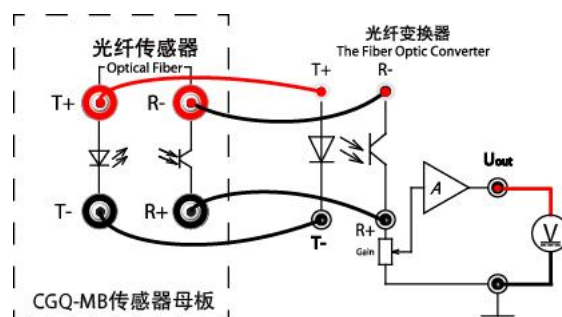

图 9.5 接线参考图
1. 实验接线如图 9.5。因光/电转换器内部已安装好，所以可将电信号直接经差动放大器放大。电压表的切换开关置 20V 档，开启电源。